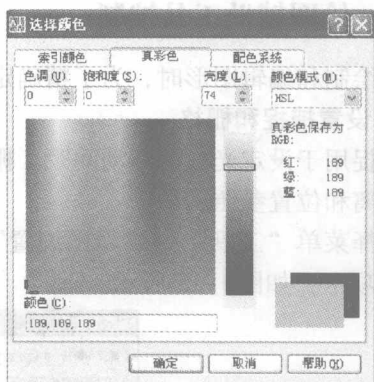

图 1-11 “选择颜色”对话框
6) 在“选择颜色”对话框中选择“真彩色”选项卡，用鼠标左键拉动颜色调节按钮，调出所需色彩，如图 1-11 所示。